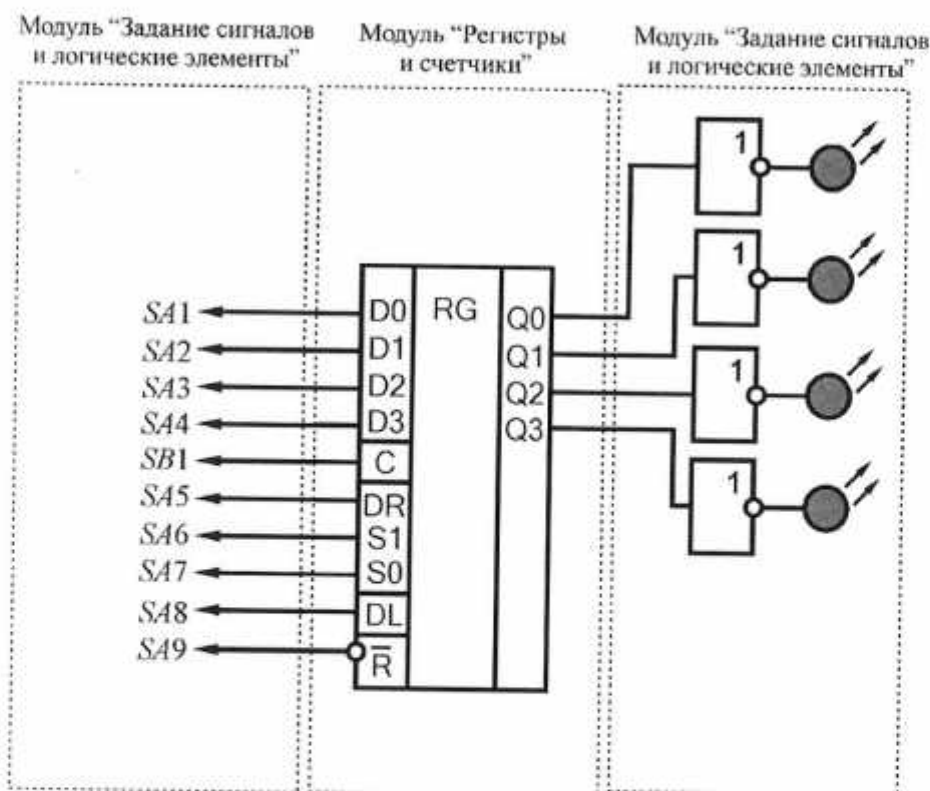

Рис. 7.4. Схема электрическая соединений комплекта для изучения сдвигового регистра типа 74HCT194E
3. Согласно рис. 7.4 выполнить электрические соединения модулей для изучения сдвигового регистра типа 74HCT194E. **Монтаж схемы производить при отключенных автоматических выключателях и переключателях питания.**
Состояния выходов $Q0... Q3$ контролировать при помощи светодиодов на выходе буферных элементов (рис. 7.4). Задавая различные комбинации логических уровней на входах $D0...D3$, $S0$, $S1$, DR , DL , $\bar{R}$ регистра и подавая тактовые